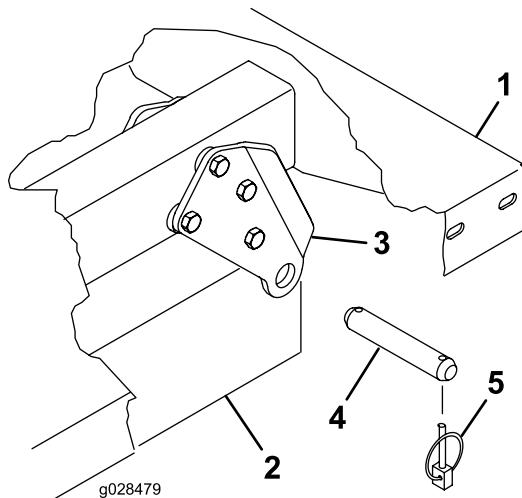

Figura 4
2. Collocate con cautela il pianale sul telaio del veicolo e allineate i fori della staffa orientabile posteriore ai fori sul profilato posteriore del telaio (Figura 4).
3. Fissate ogni set delle staffe orientabili ai profilati del telaio con un perno con testa e 2 acciarini (Figura 4).